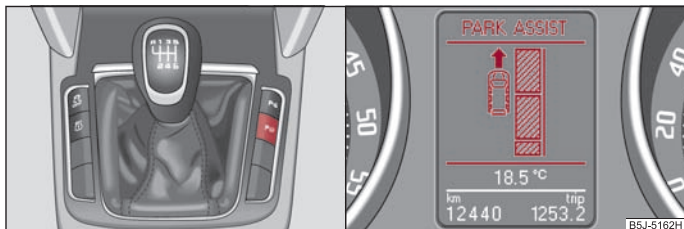

Abb. 133 Anzeige des Parklenkassistenten auf dem Informationsdisplay einschalten / Informationsdisplay: Finden einer geeigneten Parklücke
- Drücken Sie die Taste ⇒ Abb. 133.
- Fahren Sie bis max. 30 km/h und mit einem Abstand von 0,5 m bis 1,5 m an der Parkreihe vorbei ⇒ Abb. 133.